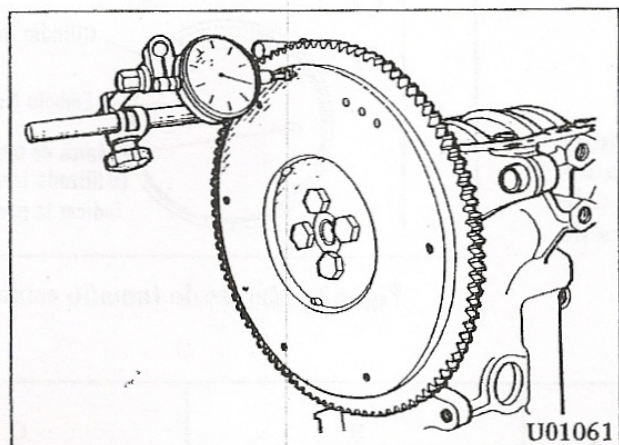

Fig. 61 Verificación del descentramiento del volante
2. Verificar la superficie de contacto del disco del embrague del volante por posible descentramiento. Si hubiera un descentramiento excesivo, cambiar el volante (Fig. 61)